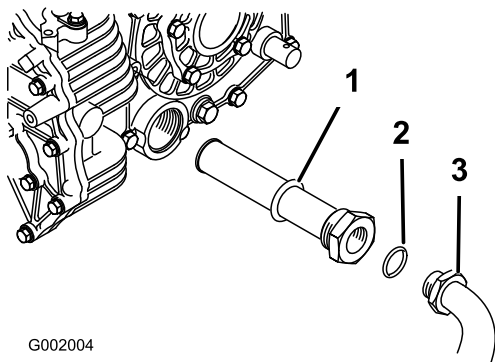

Figure 53
5. Déposez le flexible hydraulique et le raccord à 90° (Figure 53).